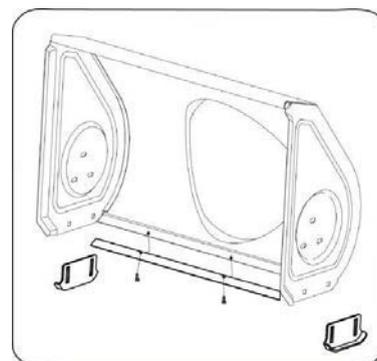

Рис.11
2. Соберите новые детали с 4 болтами (2 на каждой стороне) и гайками. Рис.11.
2. Соберите новую пластину, убедившись, что головки болтов каретки находятся внутри корпуса. Надежно затяните. Рис.11.